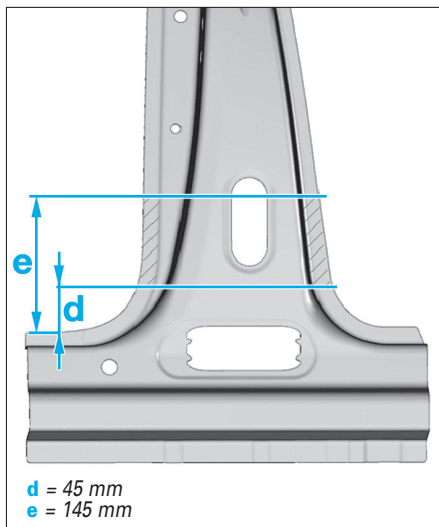

FIG. 54
- Repérer sur le renfort la zone où la soudure est interdite (Fig.54).
Tenir compte de la zone où la soudure est interdite (Fig.54).